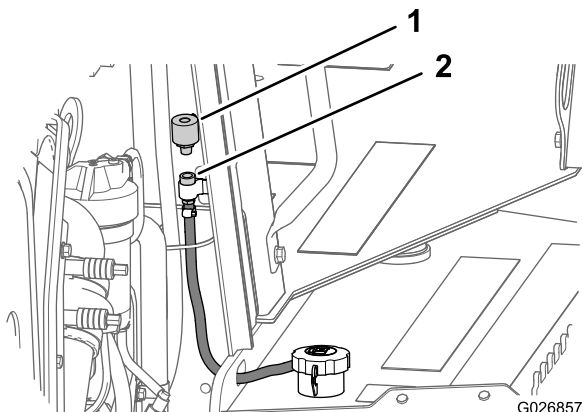

Bild 78
- Drehen Sie den Entlüfter nach links und nehmen Sie ihn vorne an der Motorraumplatte von der Rohrkupplung ab (Bild 78).
- Setzen Sie einen neuen Entlüfter in die Rohrkupplung ein und ziehen ihn mit der Hand an (Bild 78).